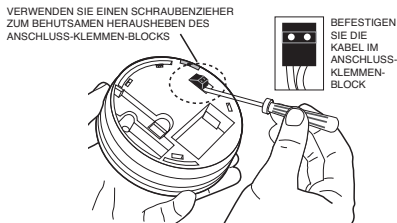

Abbildung 11b
4. Heben Sie den Anschlussklemmenblock mit einem kleinen Schraubendreher vertikal heraus (siehe Abbildung 11b). Befestigen Sie die Kabel im Anschlussklemmenblock.
5. Schrauben Sie die beiden Kabeladern im Anschlussklemmenblock fest (siehe Abbildung 11b). Drücken Sie den Anschlussklemmenblock anschließend vorsichtig zurück auf die beiden Sockelstifte.